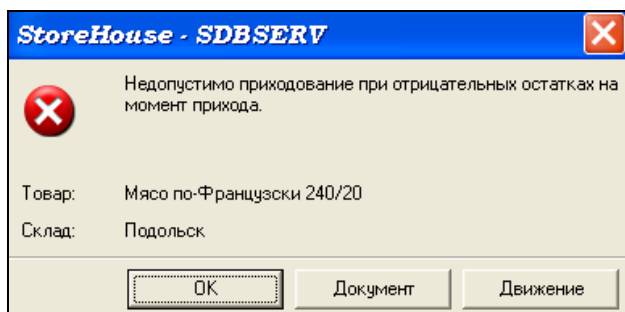

Рис. 203
4. Программа выдаст ошибку, представленную на Рис. 203.